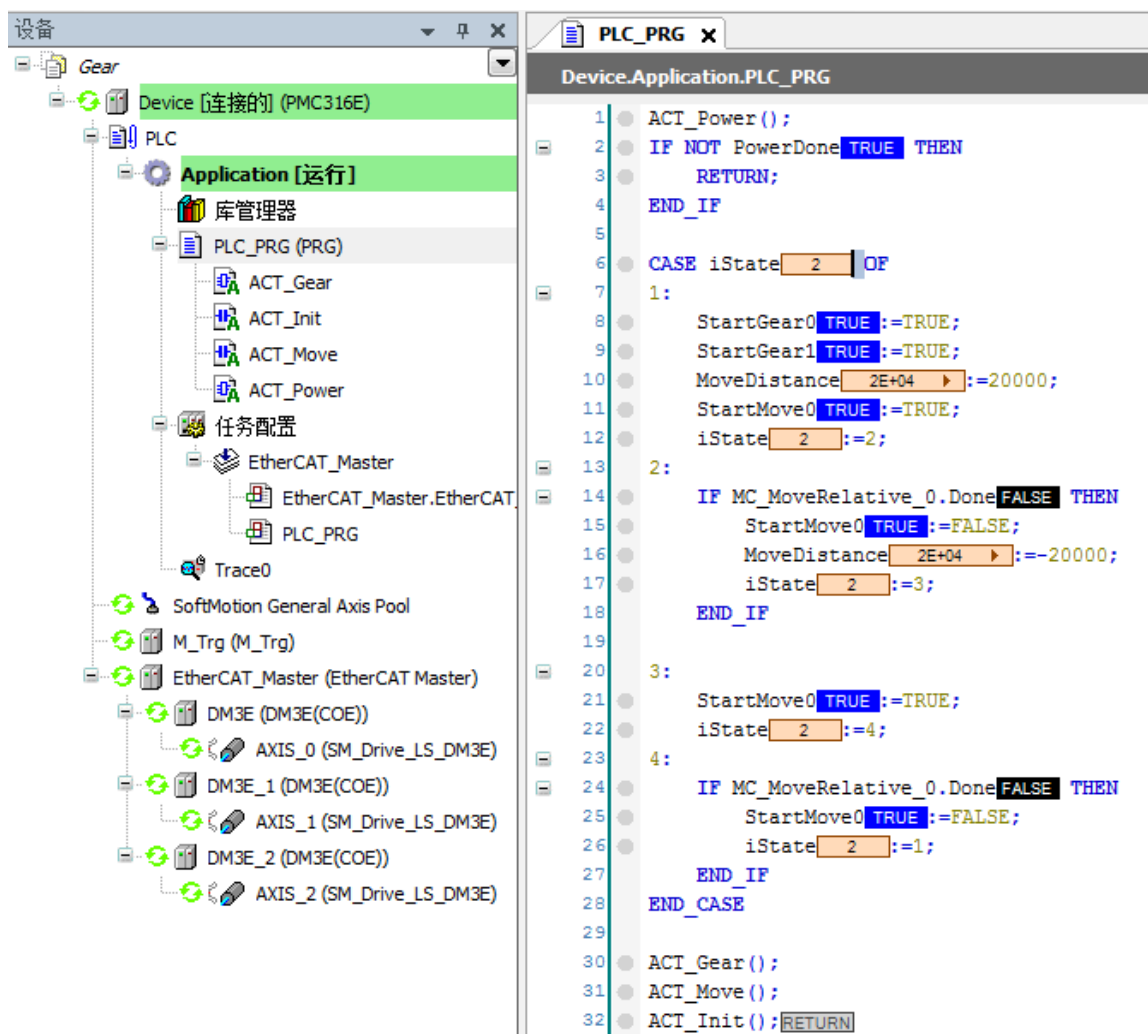

图 6.7 电子齿轮主程序
- 3) 在主程序中分别调用上述模块，并根据功能需求加入设置主轴循环正反转的功能程序，如图 6.7 所示；
- 4) 程序完成编程后，编译、下载到控制器中执行，并将 iState 的值强制为 1 启动整个电子齿轮运动，程序运行结果如图 6.7、6.8 所示。